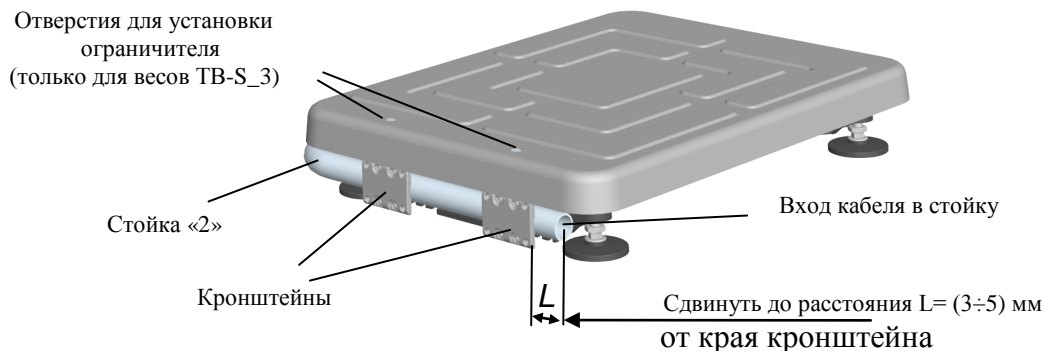

Рис. 5.1 - Крепление круглой вращающейся стойки к модулю ТВ-S
- Сдвинуть стойку S2 в направлении указанном стрелкой (Рис. 5.1), обеспечив расстояние $L = (3 \div 5)$ мм от края стойки до края кронштейна.